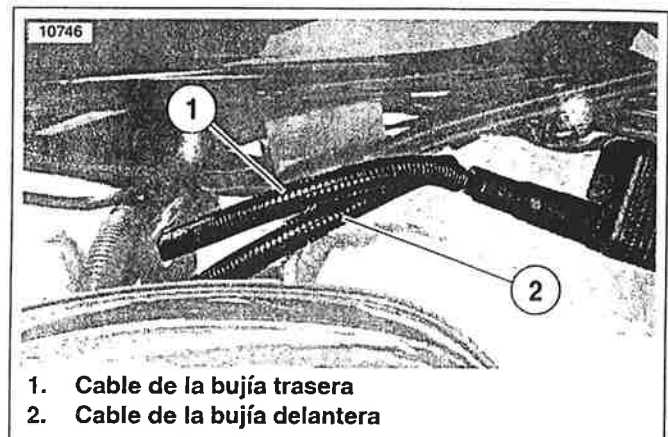

Figura 7-9. Colocación de los cables de la bujía de la bobina de encendido
1. Vea la Figura 7-9. Enchufe el cable de la bujía trasera en el lado derecho de la torre de la bobina de encendido. Coloque el cable y conducto protector alrededor de los cables del acelerador, cruzando sobre la parte superior del motor entre las culatas de los cilindros.
3. Vea la Figura 7-9. Enchufe el cable de la bujía delantera en el lado izquierdo de la torre de la bobina de encendido. Coloque el cable y conducto protector a la derecha alrededor de los cables del acelerador, cruzando sobre la parte superior del motor entre las culatas de los cilindros.